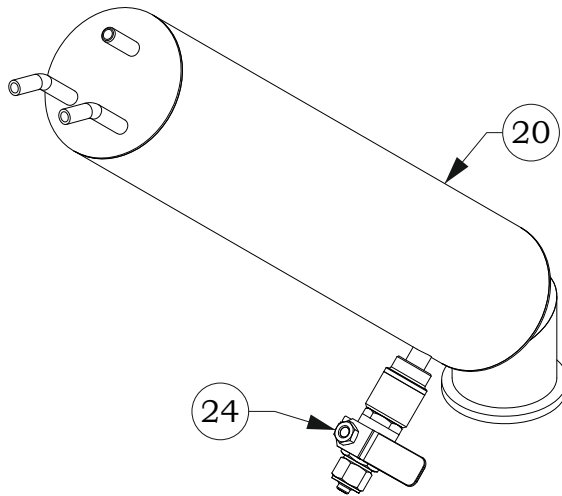

Рис. 3. Схема первичного охладителя
3. Закрыть вентиль (поз. 24) на первичном охладителе (поз. 20). Схему см. на рис. 3.